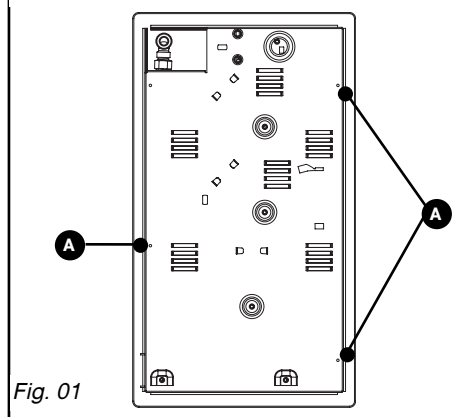
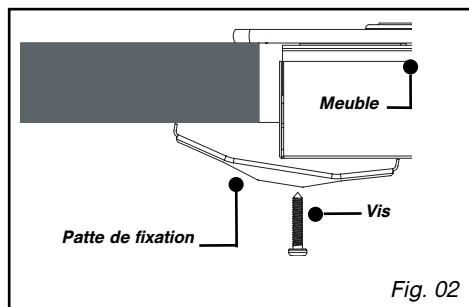

Fig. 01
Fig. 02
Se conformer au croquis (Fig. 01).
– Pour assurer l'étanchéité entre le carter et le plan de travail, collez le joint mousse **sur le pourtour extérieur du carter** (Fig. 02).
– Vous pouvez immobiliser, si vous le désirez, la table au moyen de pattes de fixation livrées avec leur vis (Fig. 02) se fixant aux coins du carter. **Utilisez impérativement les trous prévus à cet effet suivant le dessin ci-dessus (Fig. 01).**